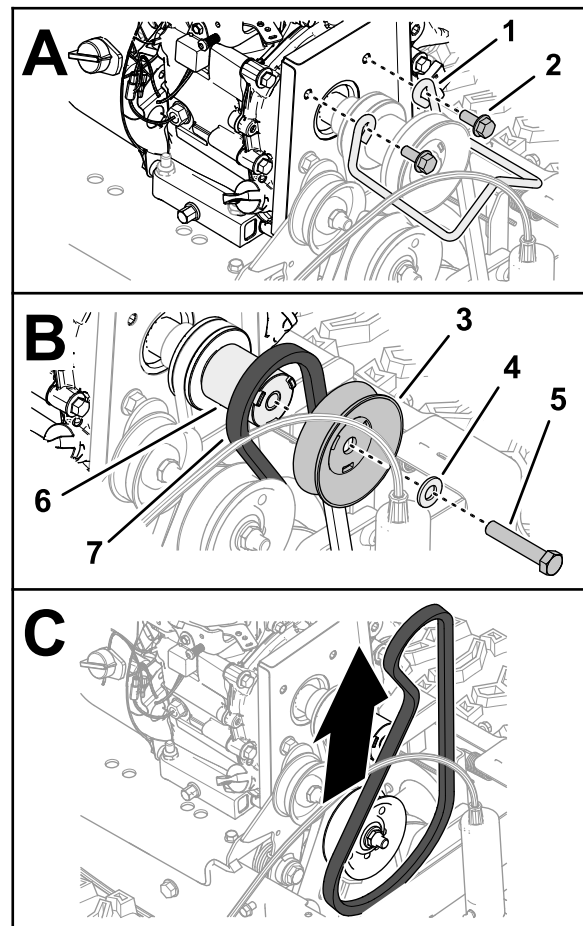

Figura 44
3. Retire los 2 tornillos con arandela prensada que sujetan la guía de la correa, y retire la guía del motor (Figura 44).
4. Retire el tornillo ($\frac{3}{8}$ " x 2") y la arandela que sujetan la polea motriz del cepillo al cigüeñal del motor, y retire la polea (Figura 44).